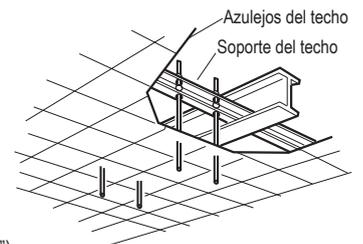

Fig. 4-12
- Utilizar los soportes de techo existentes, o construir uno adecuado (Fig. 4-12).